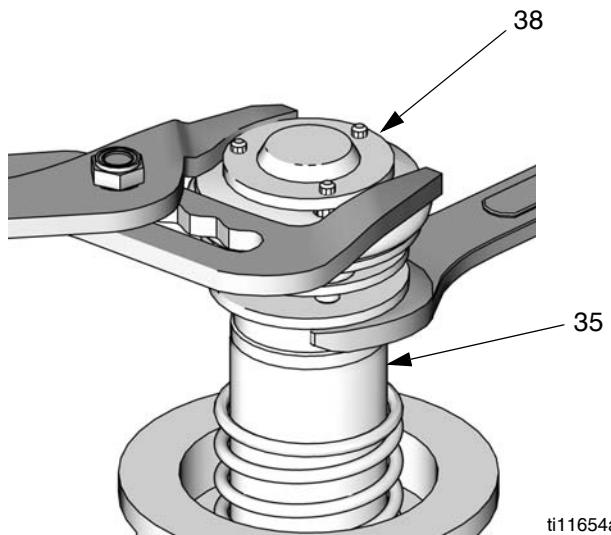
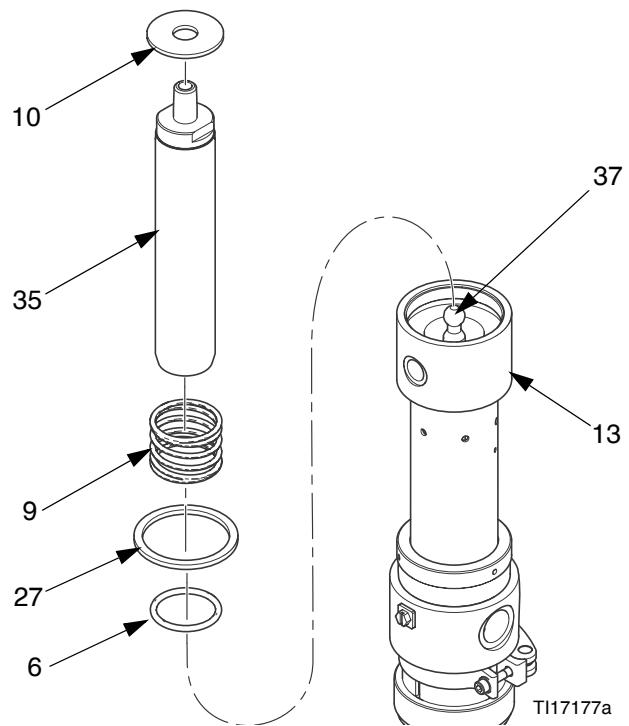

Рис. 11
Рис. 12
- Чтобы свинтить поршень воздушного клапана со штоком поршня, пользуйтесь плоскогубцами на верхней пластине поршня (38) воздушного клапана и гаечным ключом на штоке поршня (35). См. Рис. 11.
- Снимите шайбу (10), нижнюю пружину (9) и прокладку (11). Осмотрите на предмет наличия износа или повреждения и, если необходимо, замените. См. Рис. 12.
- Отсоедините шток поршня (35) от соединительного штока (37) насоса и вытяните шток поршня с основания (13) пневматического двигателя. Снимите уплотнительное кольцо (6). Осмотрите уплотнительное кольцо (6) и, если необходимо, замените.
- Установите обратно уплотнительное кольцо (6). Снова соедините шток поршня (35) и соединительный шток насоса (37). См. Рис. 12.
- Снова установите прокладку (11), пружину (9) и шайбу (10). Снова установите поршень (38). Нанесите герметик для резьбы на резьбу штока поршня (35) и аккуратно навинтите поршень (38) на шток. См. Рис. 11 и Рис. 12.